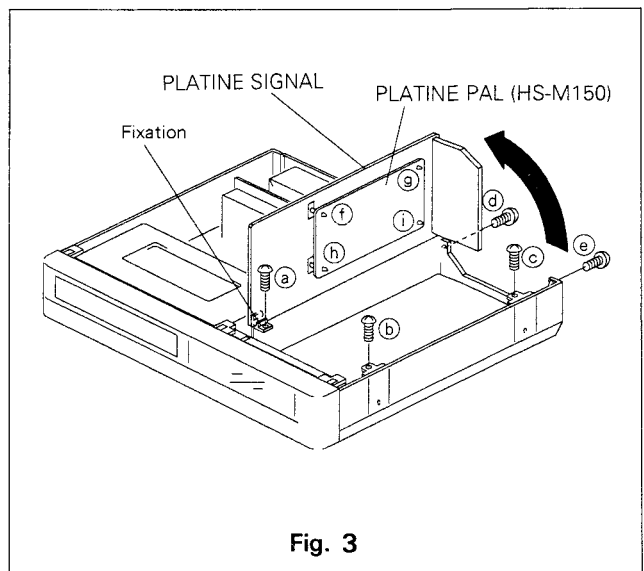

Fig. 3
- B. Dévisser les cinq vis de (a) à (e) comme le montre la Fig. 3.
- D. Positionner la platine signal dans les encoches du châssis comme le montre la Fig. 3.
- B. Débloquer les quatre supports (f) à (i) qui maintiennent la platine PAL comme montré en Fig. 3.